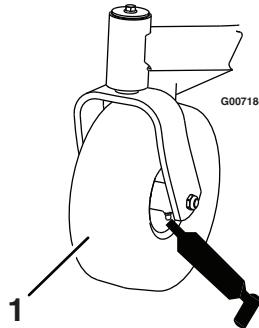
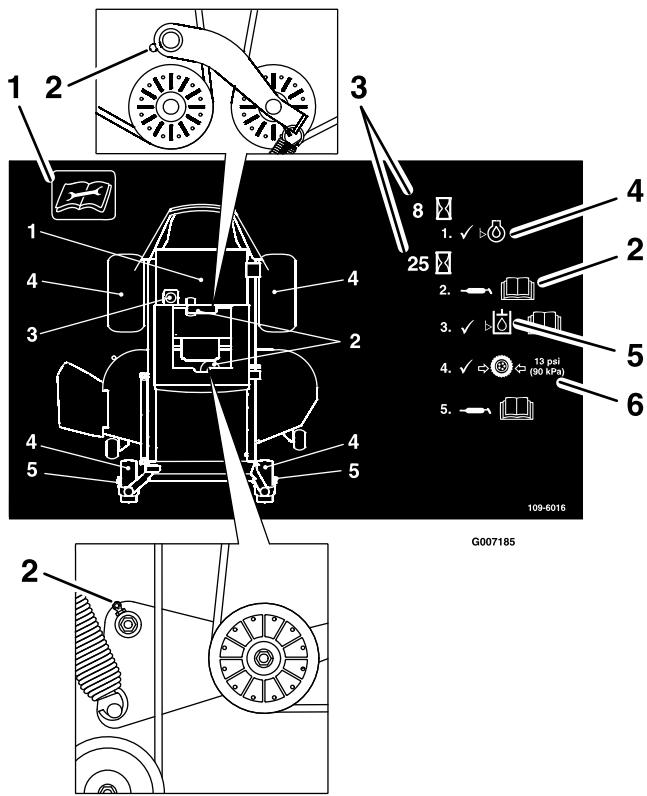

Figura 28
Figura 29
Ingrassate i perni delle ruote orientabili anteriori e le ruote (Figura 28).
3. Pulite i raccordi d'ingrassaggio (Figura 28 e Figura 29) con un cencio, e togliete eventuali tracce di vernice davanti ai raccordi.
4. Collegate un ingassatore a pressione a ciascun ingassatore (Figura 28 e Figura 29). Pompatate del grasso nel raccordo finché non inizia a fuoriuscire dai cuscinetti.